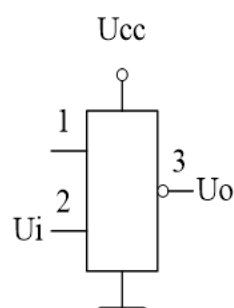

图 9: 电压传输特性
输入短路电流是在输入端接地时流经输入端的电流 I_{IS} 。由于输入端接地, 因此又称它为低电平输入电流, 以 I_{IL} 表示。它是 TTL 集成逻辑门的一个重要参数, 因为输入电流就是前级门电路的负载电流, 其大小直接影响前级电路带动负载的个数, 因此 I_{IL} 越小越好。测试条件 被测某个输入端通过电流表接地, 其余各输入端悬空, 输出空载, $U_{CC} = 5V$, 如图 9 所示。
- (3) 按图 9 的方法测试与非门的电压传输特性。 U_i 为三角波， $f=1\text{kHz}$ ，幅度 $U_p = 5(\text{v})$ 。